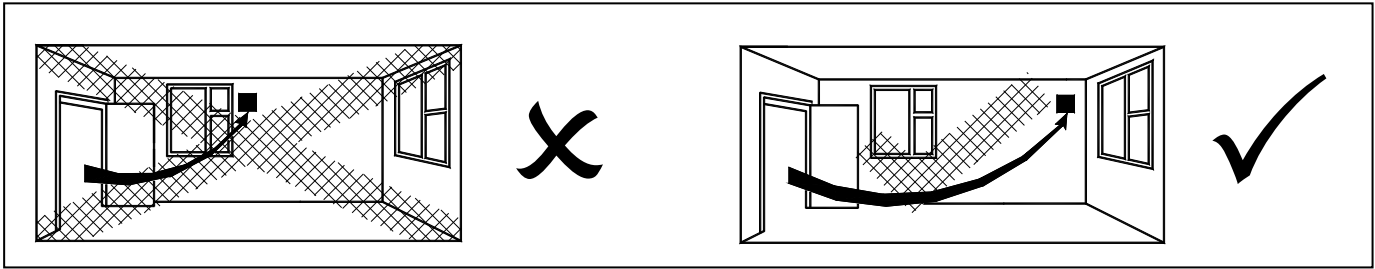

Fig.1.
2. Het rooster verwijderen: verwijder eerst de afdekking aan de voorkant door de hoeken voorzichtig los te trekken tot de afdekking los is van het binnenste rooster (fig.1). Maak de twee schroeven aan de onderkant van het binnenste rooster los. De schroeven blijven in het binnenste rooster zitten, maar zitten los wanneer het rooster moet worden verwijderd (fig. 1). Til het binnenste rooster aan de onderste rand op.
5. Het rooster verwijderen: verwijder eerst de afdekking aan de voorkant door de hoeken voorzichtig los te trekken tot de afdekking los is van het binnenste rooster (fig.1). Maak de twee schroeven aan de onderkant van het binnenste rooster los. De schroeven blijven in het binnenste rooster zitten, maar zitten los wanneer het rooster moet worden verwijderd (fig. 1). Til het binnenste rooster aan de onderste rand op.